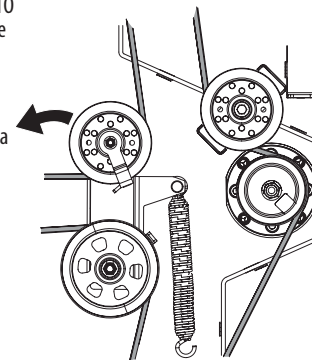

Figura 53
- Tire del lado derecho de la correa de la PTO hacia atrás y coloque el lado V angosto de la correa de la PTO en la polea de la PTO. Consulte la Figura 53.